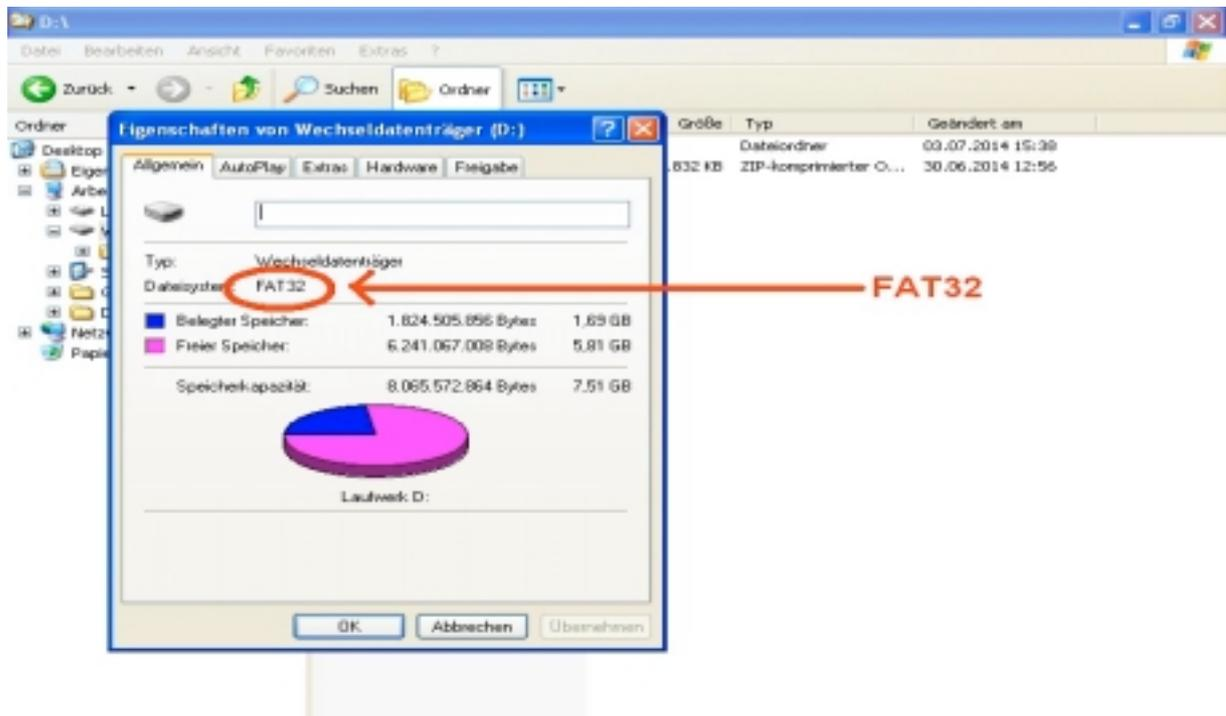

Abb. 1
- einen mit FAT16 oder FAT32 formatierten USB-Stick mit mindestens 200 MB Speicherplatz (s. Abb. 1)